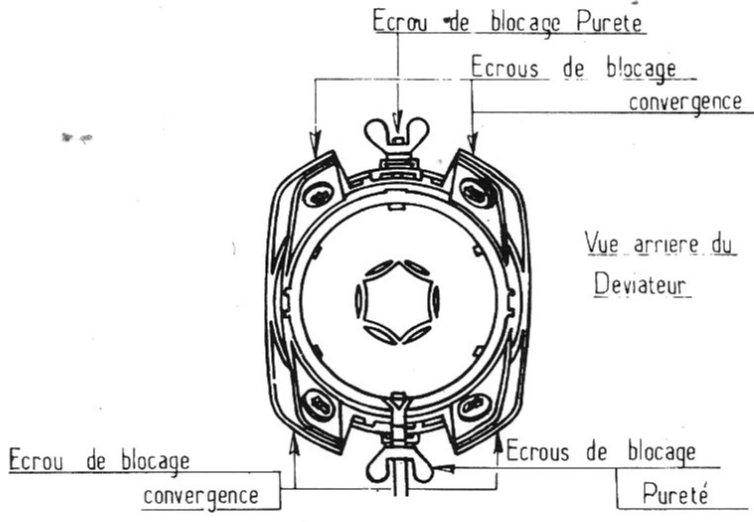

Fig. 1
- Vérifier la position du déviateur et éventuellement le centrer au moyen des quatre écrous de blocage convergence (voir fig. 1).
- Débloquer les écrous de pureté (fig. 1), tourner la partie mobile du déviateur afin de positionner correctement l'image.
- Desserrer légèrement les écrous de blocage pureté (fig. 1) et pousser le déviateur au maximum vers l'écran.
- Bloquer le déviateur au moyen des deux écrous de pureté (fig. 1)
- Débloquer légèrement les 4 écrous de convergence (fig. 1).
- Bloquer les quatre écrous de convergence (fig. 1).